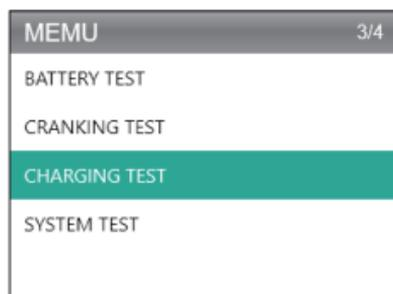

Figure 4.4.1
1. Sélectionnez Test de charge et appuyez sur [OK]. (Voir la figure 4.4.1)